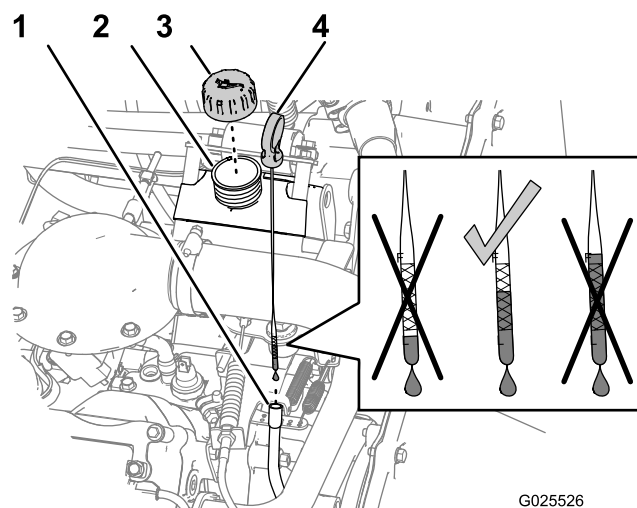

Figure 42
- Retirez la jauge et essuyez-la sur un chiffon propre (Figure 42).
- Ressortez la jauge et vérifiez le niveau d'huile (Figure 42).
- Si le niveau est trop bas, retirez le bouchon de remplissage (Figure 42) et ajoutez la quantité d'huile nécessaire pour amener le niveau au repère maximum de la jauge.
- Remettez le bouchon sur le goulot de remplissage (Figure 42).
- Enfoncez fermement la jauge en place (Figure 42).